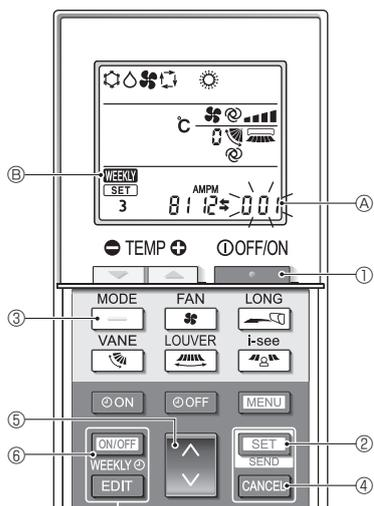

Fig. 4-12
### 4.12.8. Cómo desactivar el funcionamiento en modo Auto (Fig. 4-12)
1. Pulse el botón **STOP** (1) para detener el acondicionador de aire.
- Si el temporizador semanal está activado, pulse el botón **ON/OFF WEEKLY** (6) para desactivarlo. ( **WEEKLY** (6) desaparece).
2. Pulse el botón **SET** (2) durante 5 segundos.
- El equipo entra en el modo de ajuste de funciones. (El número de ajuste del modelo de grupo (A) parpadea).
3. Pulse el botón **DOWN** (4).
4. Completar los ajustes (Fig. 4-12)
- Pulse el botón **SET** (2) durante 5 segundos.